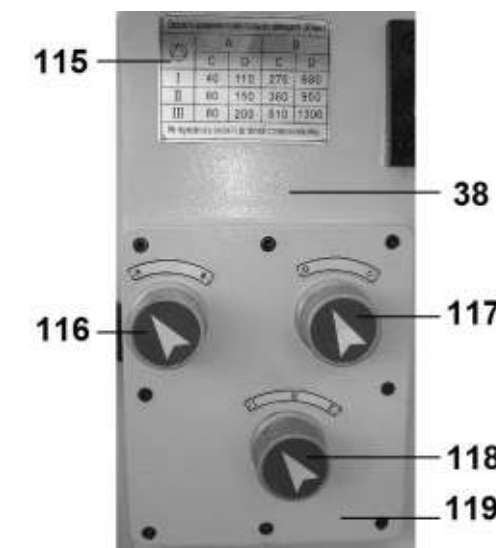

Рис. 46
10.9.18. Для регулировки частоты вращения горизонтального шпинделя необходимо на колонне (38) (с правой стороны) выбрать на щитке переключателей скоростей вращения горизонтального шпинделя (119) и по таблице (115) необходимую частоту вращения шпинделя (Рис. 46).
9.6.24. Как показано на Рис.46 и согласно таблице (Рис. 47), установите положение переключателей (116, 117, 118) в зависимости от выбранной частоты вращения шпинделя.